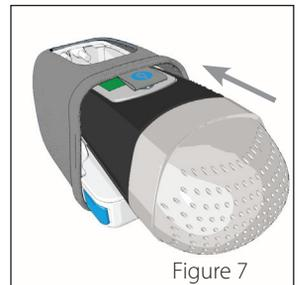

Figure 7
2. Glissez le **Z1** tout au fond de la partie supérieure du **PowerShell** jusqu'à ce que vous entendiez un clic indiquant que le **Z1** est verrouillé et bien en place. (Figure 7)